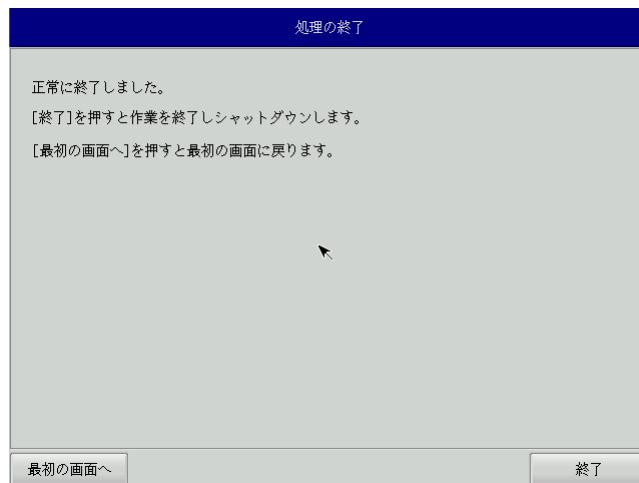

図 6-4-6. 終了画面
- ⑪ 終了画面(図 6-4-6)が表示されるとシステム復旧作業は完了です。[終了]ボタンを押して電源を落とし、DVD ドライブ、保存メディアを外します。